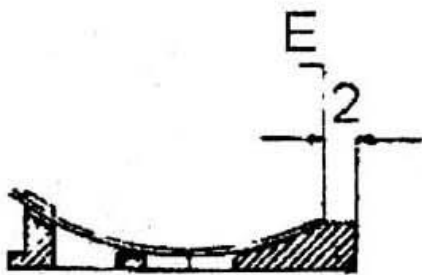

图 17
(4) 机针摆幅 机针的摆幅决定了机针右极限的位置。要求机针运动到右极限时，针尖到针板右侧面的距离为 2 毫米左右（图 17），此时针尖刚好微露出右导针槽的极限点“E”（图 17）。如果上述位置不正确，必须调整机针摆幅。